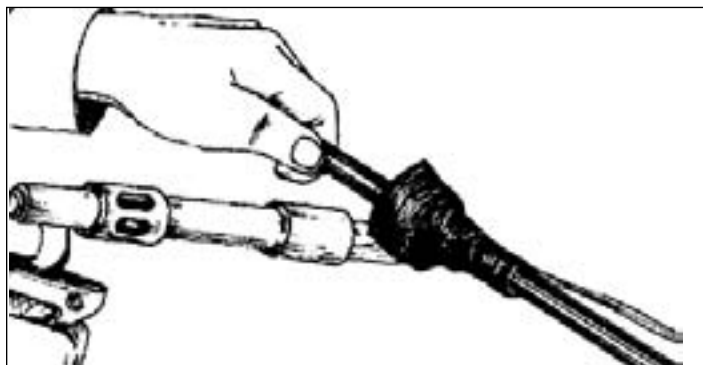

Рис. 4.6. - Продольная герметизация
**4.3.1.** При монтаже оптических муфт МОГ-М-01-IV производят продольную герметизацию, предотвращающую проникновение воды в муфту в случае повреждения защитных покровов кабеля. Продольная герметизация ОК с промежуточной оболочкой осуществляется внутри муфты трубками ТУТ 25/8 (Рис. 4.6), при отсутствии промежуточной оболочки продольная герметизация не выполняется.